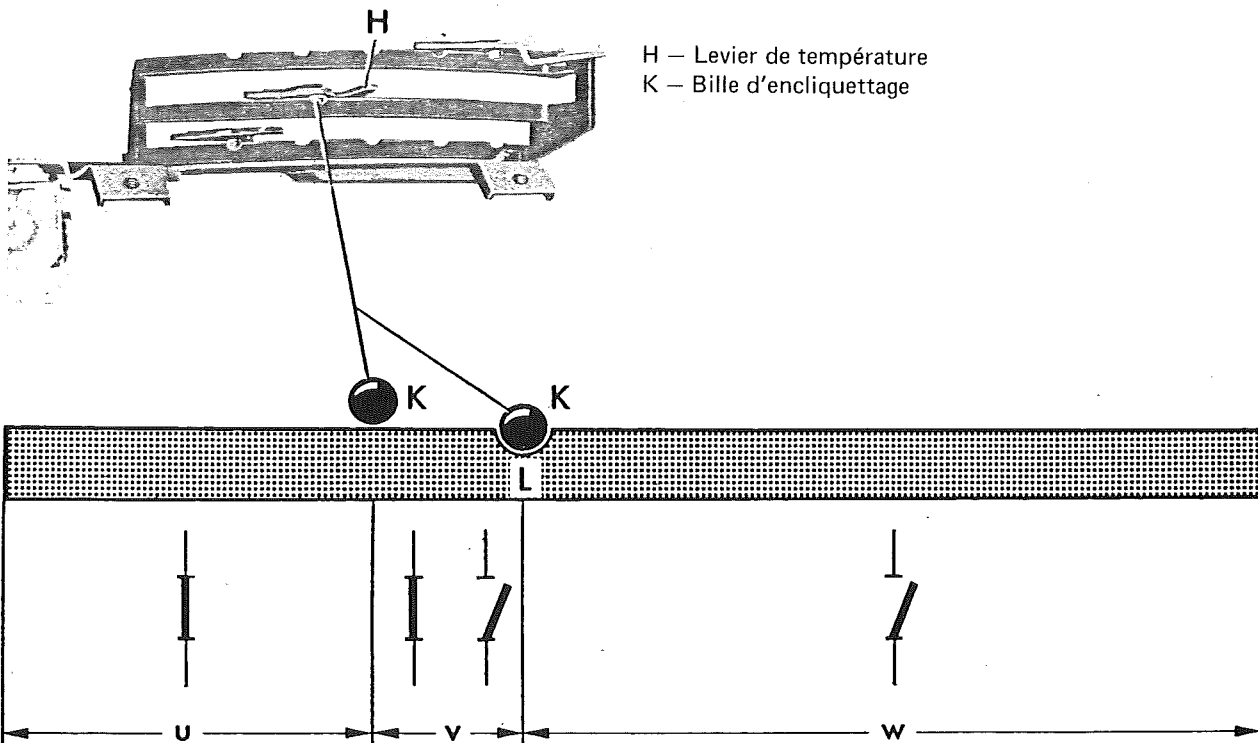

Fig. 4 Réglage de la commande de climatiseur
- Pousser le levier de température en position (L) (fig. 4).
- Desserrer la vis de fixation (E) et régler la commande en la tournant aux positions indiquées à la fig. 4.